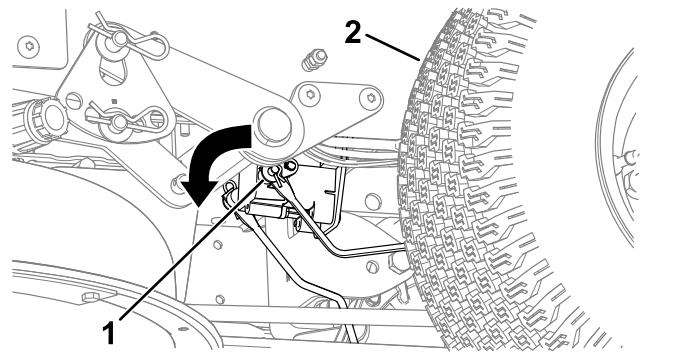

Figure 46
3. Localisez l'arbre sur le frein électrique au point de connexion des bras de liaison (Figure 46).